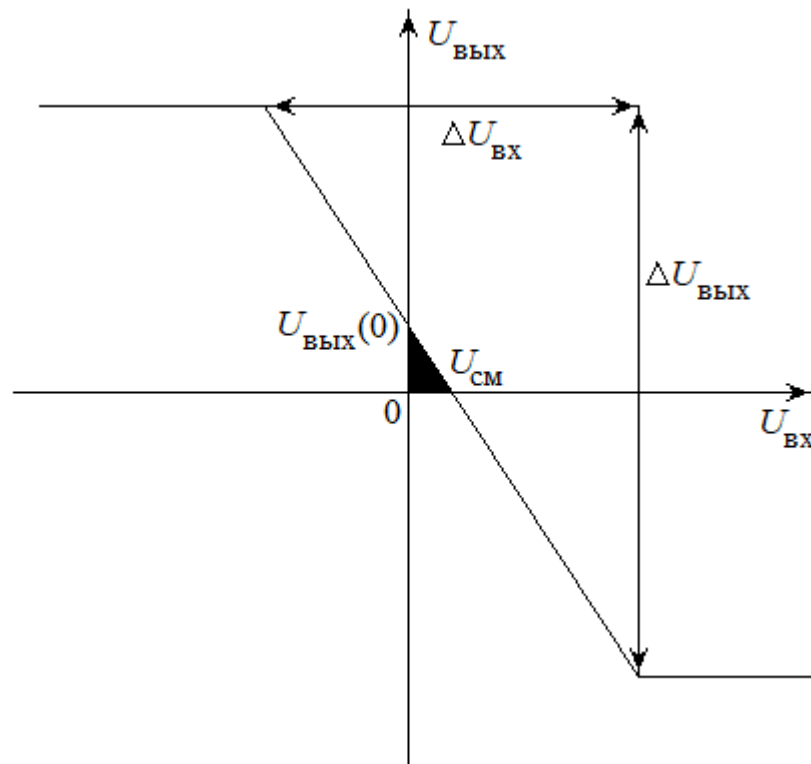

Рисунок 3.10 – Определение характеристик ОУ по графику передаточной характеристики
- Постройте график передаточной характеристики и определите напряжение смещения $U_{\text{см}}$ нуля (рисунок 3.10) и коэффициент усиления ОУ с обратной связью: